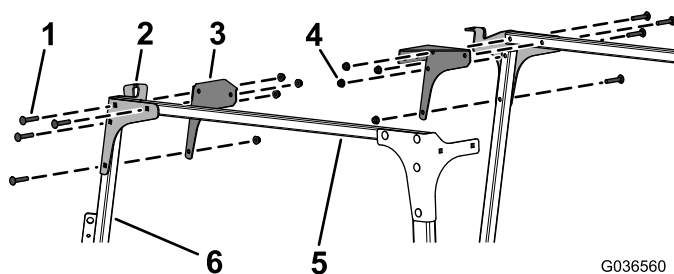

Figura 9
8. Montate, senza serrarle, le piastre anteriori sinistra e destra e i rinforzi degli angoli sui tubi di collegamento trasversale e sui supporti del parabrezza sinistro e destro, utilizzando 8 bulloni a testa tonda (5/16 x 1 3/4") e 8 dadi flangiati (5/16") come illustrato nella Figura 9.